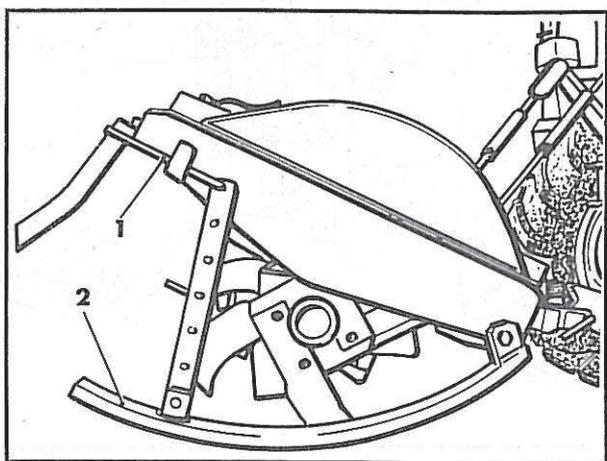

Figura 15. Regolazione profondità di lavoro della fresa
Collegare la fresa al porta attrezzi della trattrice mediante le spine (1, fig. 14); collegare il giunto cardanico (2) infilandolo a fondo (oltre lo scatto) sull'albero della presa di potenza, quindi, dopo aver innestato l'altra estremità dell'albero cardanico sull'albero della fresa, riportare indietro l'albero cardanico fino alla posizione di scatto. Collegare mediante i tiranti (3) gli attacchi della fresa al sollevatore (4). Regolare la posizione dell'attrezzo mediante gli appositi registri (5). Per regolare la profondità di lavoro della fresa procedere nel modo seguente (vedere la figura 15): rimuovere la leva di arresto (1) e regolare, secondo le esigenze, la posizione della slitta (2) della fresa, quindi posizionare la leva nel foro prescelto. Eseguire la regolazione su entrambi i lati della fresa.